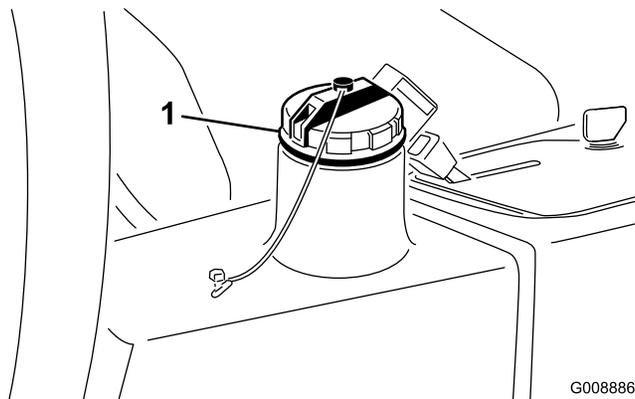

Figura 22
2. Pulite attorno al collo del bocchettone e del tappo del serbatoio idraulico (Figura 22). Togliete il tappo di riempimento.